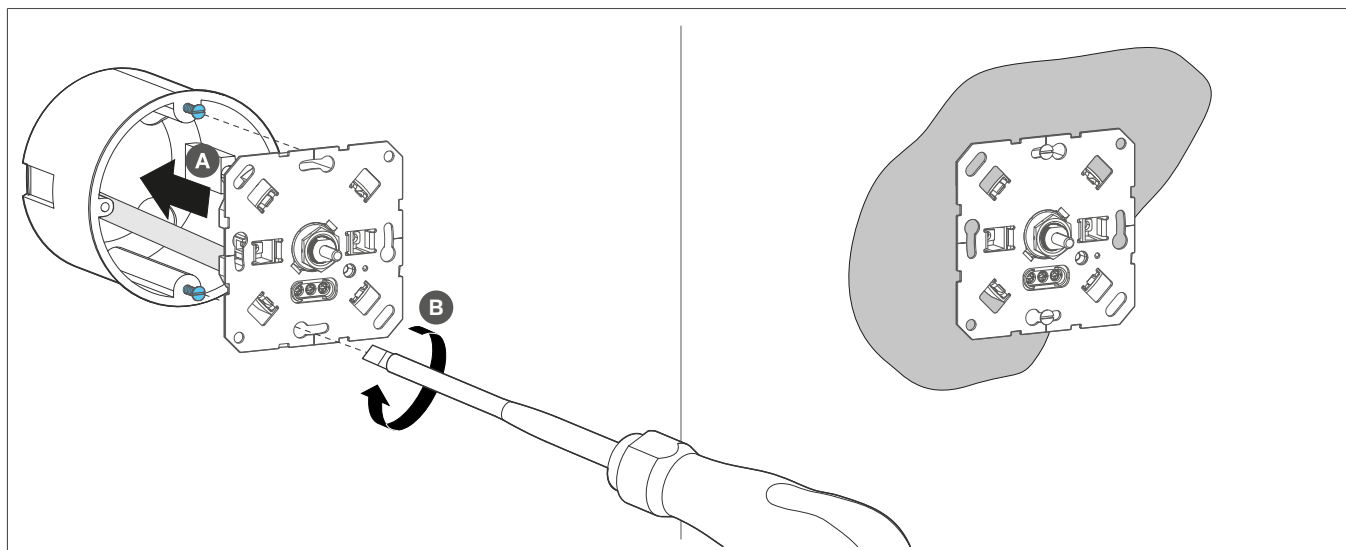

Fig. 6: Inserimento e fissaggio del dimmer illuminazione
- 3 Inserire il dimmer illuminazione nella scatola da incasso **A** e fissarlo **B** con le viti (Fig. 6).